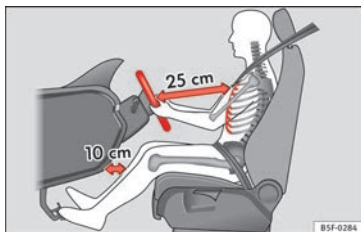
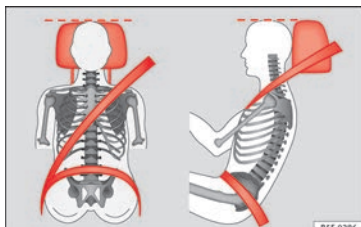

Abb. 80 Der richtige Abstand des Fahrers zum Lenkrad muss mindestens 25 cm (10 inch) betragen.
Abb. 81 Richtiger Gurtbandverlauf und richtige Kopfstützeinstellung.
- Kopfstütze so einstellen, dass die Oberkante der Kopfstütze sich möglichst auf einer Linie mit dem oberen Teil des Kopfs – jedoch nicht niedriger als Augenhöhe – befindet. Hinterkopf stets so nah wie möglich an der Kopfstütze positionieren »» **Abb. 80** und »» **Abb. 81**.
- Lenkrad so einstellen, dass der Abstand zwischen Lenkrad und Brustbein mindestens 25 cm (10 inch) beträgt »» **Abb. 80** und das Lenkrad mit beiden Händen und leicht gebeugten Armen seitlich am äußeren Rand festgehalten werden kann.
- Fahrersitz in Längsrichtung so einstellen, dass die Pedale mit leicht angewinkelten Beinen durchgetreten werden können und der Abstand zur Instrumententafel im Kniebereich mindestens 10 cm (4 inch) beträgt »» **Abb. 80**.